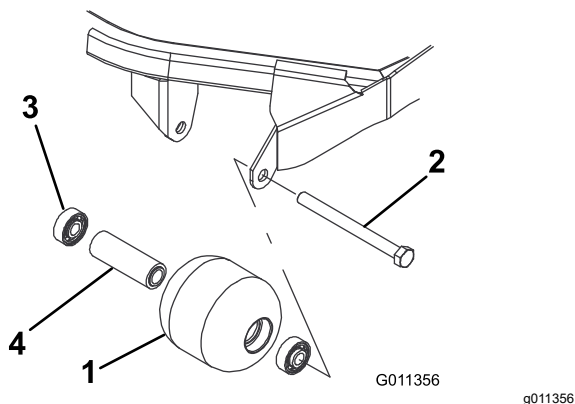

Рисунок 126
1. Снимите болт крепления валика (Рисунок 126).
4. Осмотрите корпус, подшипники и распорную втулку подшипника валика на наличие повреждений (Рисунок 126). Замените все поврежденные компоненты и соберите их.
1. Запрессуйте передний подшипник в корпус валика (Рисунок 126). Прикладывайте усилие только к наружному кольцу или одинаковое усилие к внутреннему и наружному кольцам.
2. Вставьте втулку подшипника (Рисунок 126).
3. Запрессуйте второй подшипник в корпус валика (Рисунок 126). Запрессуйте, нажимая с одинаковым усилием на внутреннее и наружное кольца до тех пор, пока внутреннее кольцо не войдет в контакт с проставкой.